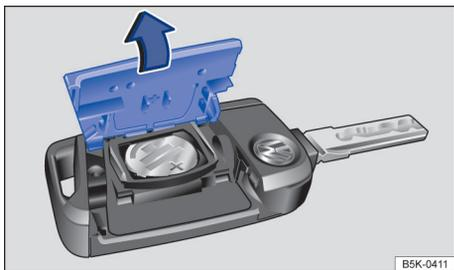

图 22 轿车钥匙：打开电池盒盖
- 用一合适的器具（例如，硬币）沿⇒图 22 箭头方向拆下轿车钥匙后侧的盖板⇒①
- 安装电池盖板，然后沿⇒图 22 箭头相反方向将其扣到轿车钥匙上，直至其卡定。